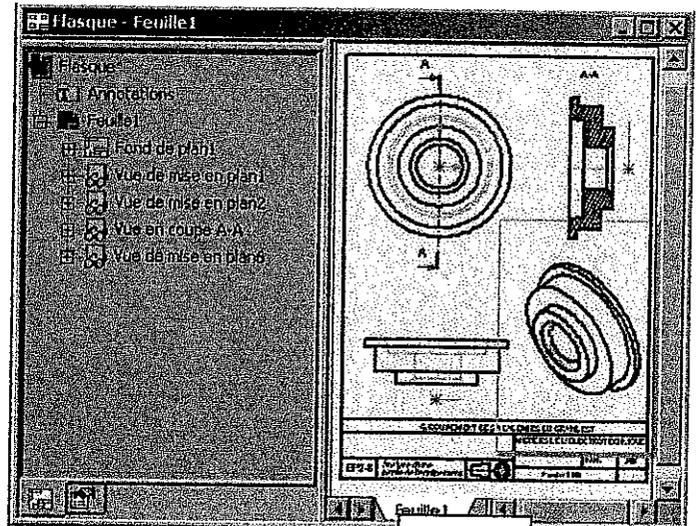

Fig.2
- Insérer une vue nommée de type isométrique (échelle 2:1) - fig.2